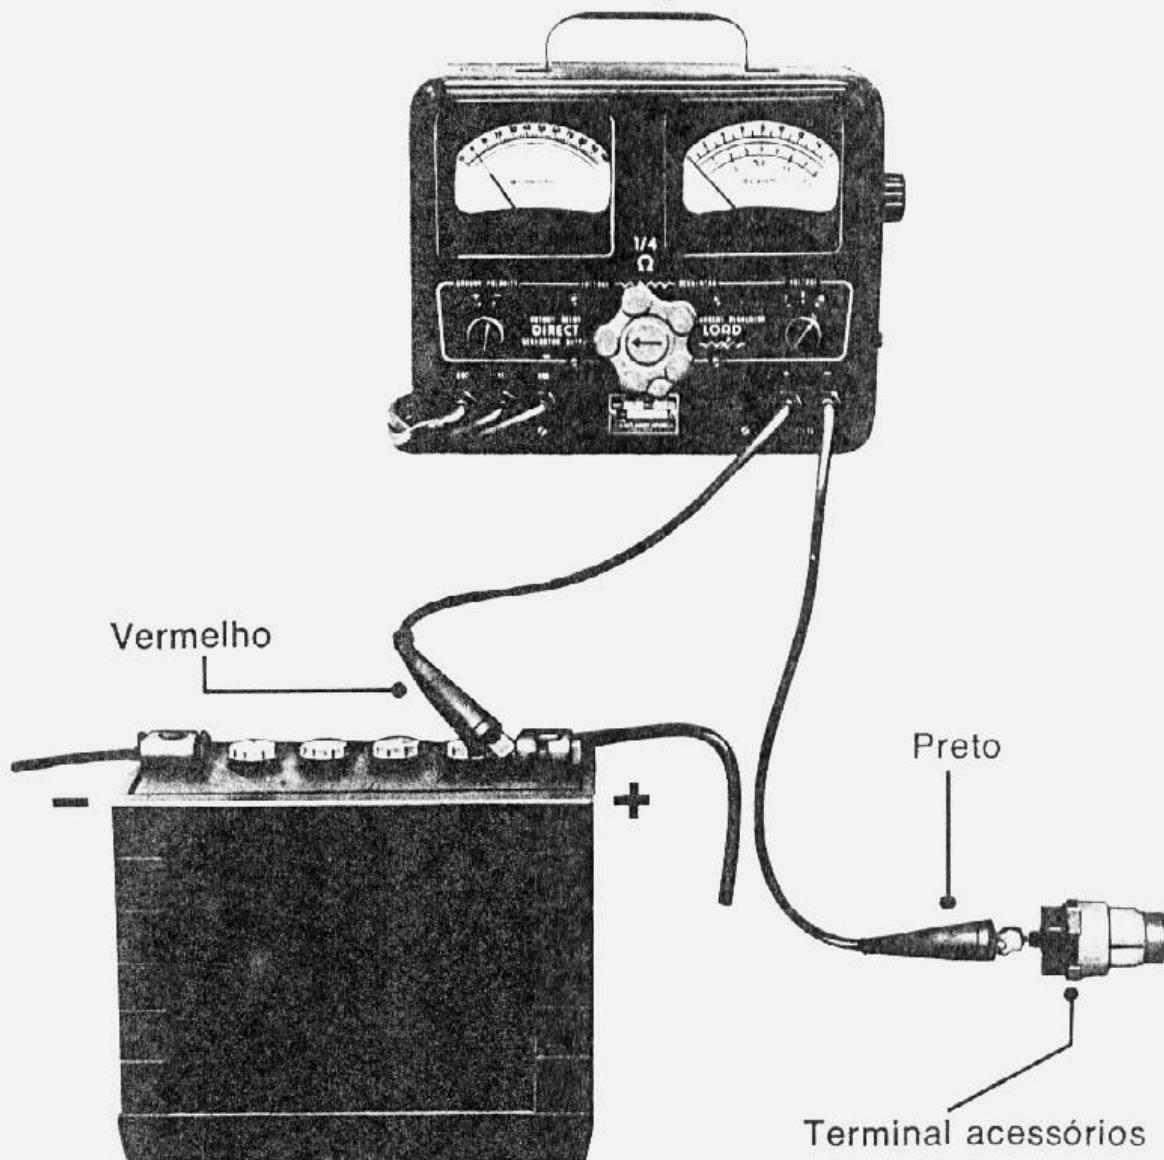

fig. 3 — teste do interruptor de ignição
1. Ligar os terminais dos condutores do voltmetro conforme ilustra a fig. 3.